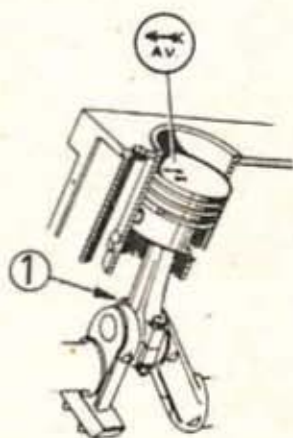

Fig. 5. — Orientation de la bielle et du piston dans le moteur
Le repère AV et la flèche sur la tête doivent être orientés vers l'opérateur lorsque l'ajutage (1) de la bielle se trouve à sa gauche, (fig. 5). (Ne jamais modifier l'appariement axe-piston réalisé en fabrication, au moyen d'appareils de précision : l'excès de serrage peut amener, en effet, des déformations inadmissibles, et, par conséquent préjudiciables à la longévité du moteur.